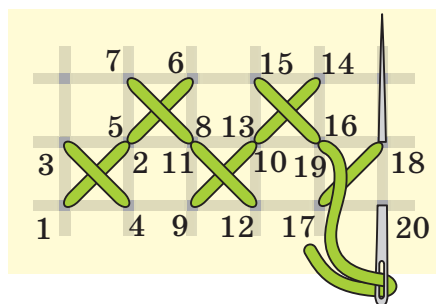

Рис. 48. Крест двухрядный (косой)
**Крест двухрядный (косой)** представляет собой два ряда косых крестиков, расположенных в шахматном порядке (рис. 48). Применяется в оформлении краёв изделий, может дополнять узор в сочетании с другими швами. Таким же способом может выполняться и крест трёхрядный.